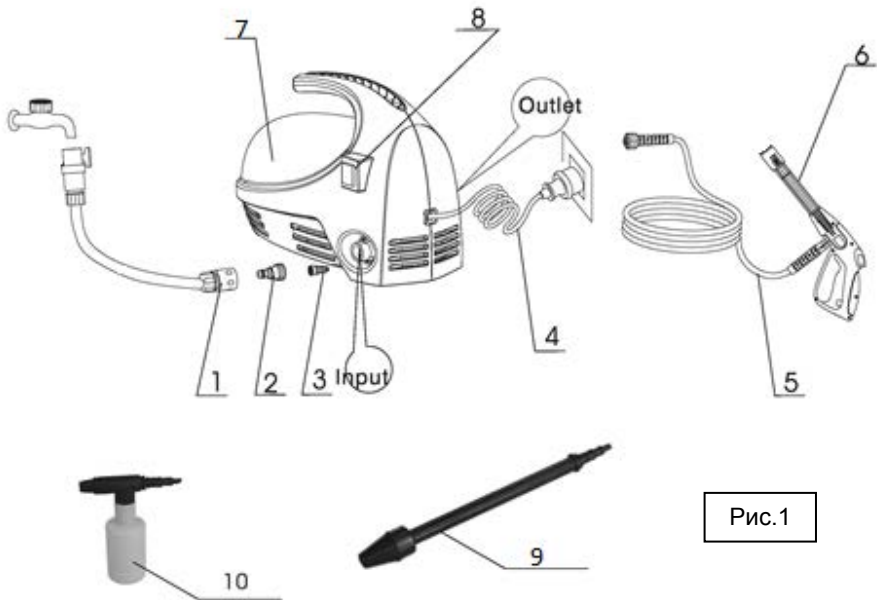

Рис.1
- Соедините насадку (9, Рис.1) с пистолетной рукояткой (6, Рис.1), вставив соединительный штуцер насадки в гнездо рукоятки, и зафиксировав (вращайте по часовой стрелке до тех пор, пока обе части не защелкнутся).
- Вставьте конец шланга высокого давления (5, Рис.1) в отверстие с задней стороны пистолетной рукоятки (6, Рис.1).
- Подсоедините шланг высокого давления (5, Рис.1) к мойке.
- Подсоедините шланг подачи воды (1, Рис.1) к мойке через штуцер (2, Рис.1) и фильтры (3, Рис.1). Минимальная длина шланга подачи воды должна составлять 5 м с диаметром 12.5 мм, чтобы избежать избыточного давления и повреждения Вашей мойки.
- Подсоедините шланг подачи воды (1, Рис.1) к источнику воды (водопроводному крану).
- Перед подключением аппарата к штепсельной розетке установите выключатель сети (8, Рис.1) в положение «0».
- Включите мойку, установив выключатель (8, Рис.1) в положение «1».